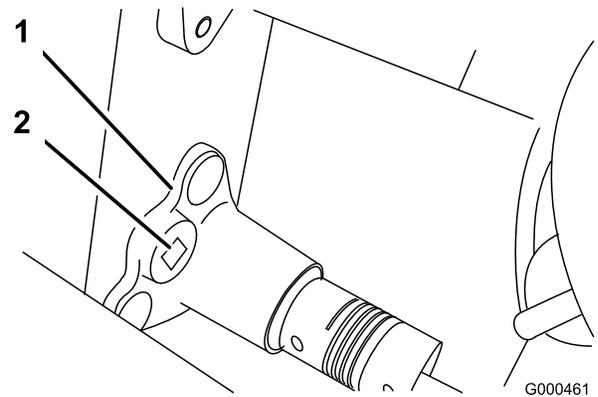

Figure 44
- B. À l'aide d'une clé dynamométrique de 3/8 pouce, tournez le logement de roulement avec un couple de 4 à 4,5 Nm pour obtenir la tension voulue (Figure 44).